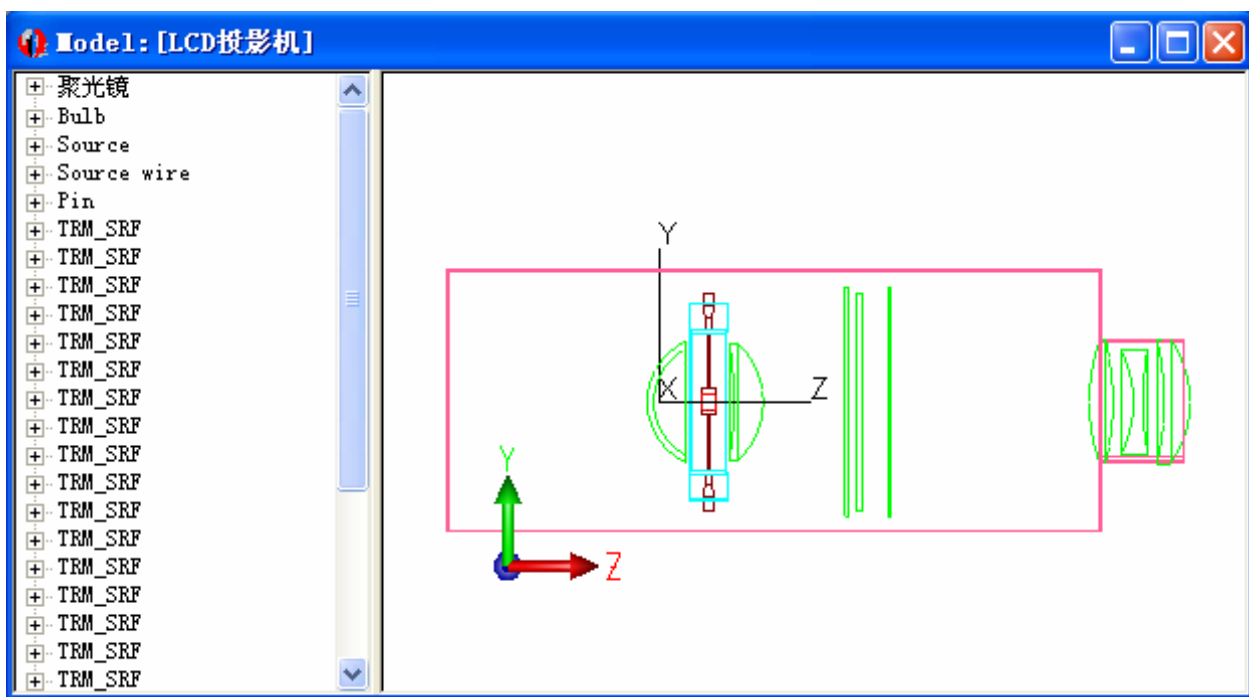

图 3.7.1
5. 调整好各个元件位置，简单设置一个投影机外壳以后如图 3.7.1。